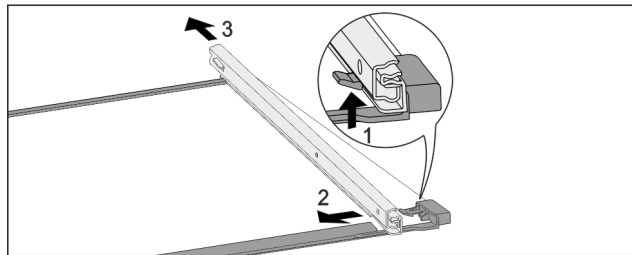

Fig. 107 Скляна пластина з рейками
- ▶ Натиснути передній гачок-фіксатор вгору. Fig. 107 (1)
- ▶ Виштовхніть виїзну рейку в сторону Fig. 107 (2) та назад Fig. 107 (3).